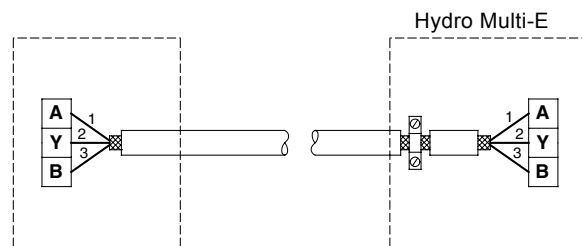

Рис. 13 Подключение 3-жильного экранированного кабеля
- Если устройство не имеет такого-же кабельного разъема, экранирующую оплетку оставляют не подсоединенным с этой стороны, как это показано на рис. 13.